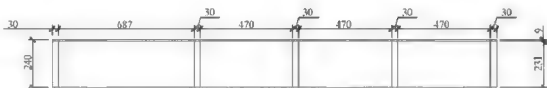

图 7-141
**步骤1:**使用直线工具 $\text{L}$ 和偏移工具 $\text{O}$ 绘制和偏移出如图7-141所示的直线。